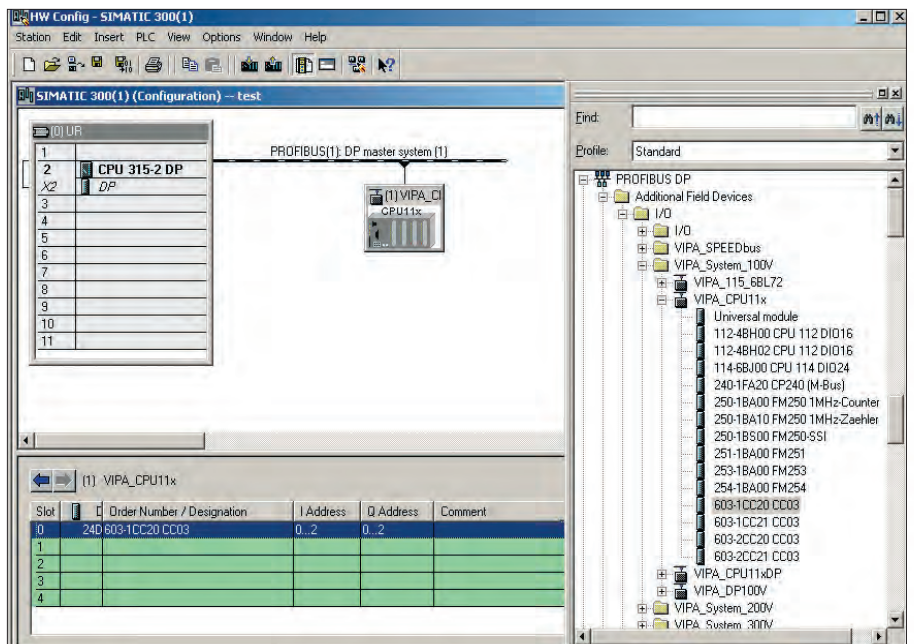

Рис. 3. Конфигурация компактной системы управления CC03
- В библиотеке **Hardware Catalog** выберите папку **PROFIBUS-DP → Additional Field Devices → I/O → VIPA** (рис. 3).
- Переместите мышью объект **VIPA_CPU11x** к линии сети PROFIBUS. В появившемся диалоговом окне **Properties PROFIBUS interface** выберите адрес **DP address**, равный 1, и нажмите **OK**. Теперь виртуальный ведомый DP-модуль соединён с PROFIBUS (рис. 3).
- В библиотеке **Hardware Catalog** откройте папку объекта **VIPA_CPU11x** и выберите из списка модуль **603-1CC20**. После двойного щелчка мыши модуль появится в слоте 0 (рис. 3). Кроме того, существует возможность добавления еще 4 модулей расширения системы 100V и 200V.